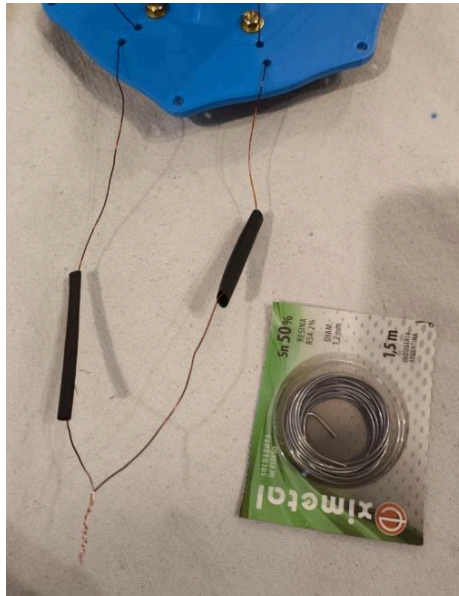

Figura 19. Tubos termocontraíbles colocados en los cables
b) Luego, pasar un tubo termocontraíble de 4 mm en un cable y uno de 6 mm en el otro, y trenzar ambos extremos, como se muestra en la Figura 19.